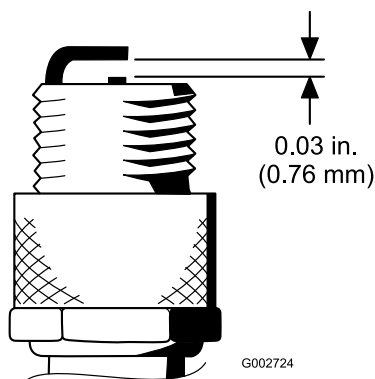

図 45
4. エアギャップを 0.76mm に調整する（図 45）。